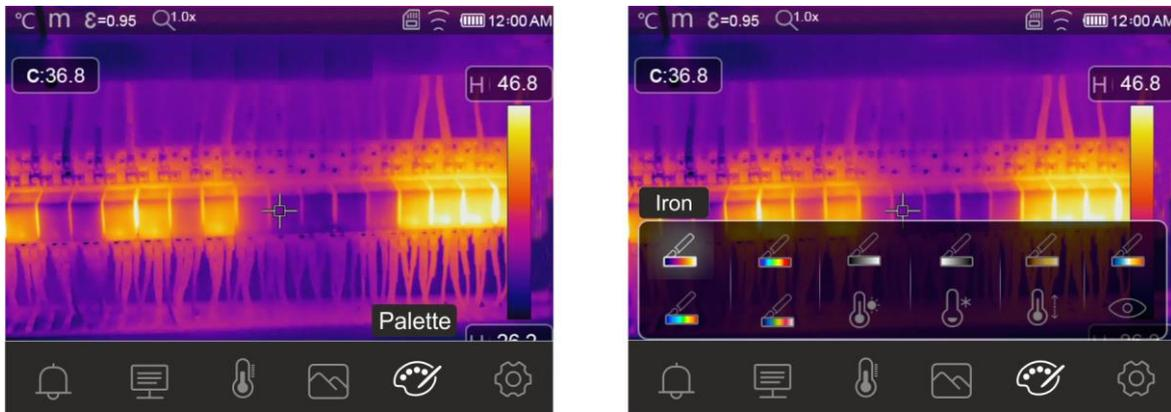

Fig. 40: Seleção de paletas de cores e funções isotérmicas
5. Clique em "Hi" na parte inferior do ecrã e clique nas teclas ▲ ou ▼ para definir o valor do limite máximo de temperatura além do qual o instrumento mostra os pontos da imagem em vermelho e os pontos restantes em cinzento (ver Fig. 40)
6. Clique no símbolo “” para definir o valor do limite máximo de temperatura além do qual o instrumento mostra os pontos da imagem em vermelho e os pontos restantes em cinzento (ver Fig. 40)